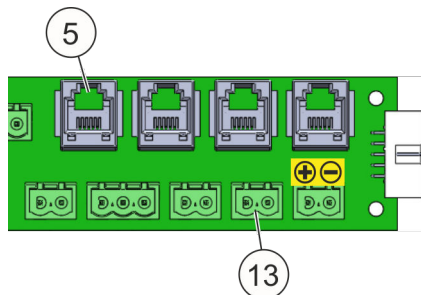
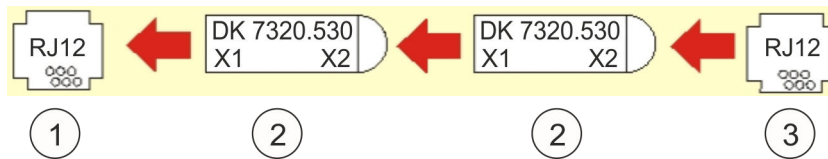

Fig. 28: Attacchi per contacttore anta
Fig. 29: Schema d'installazione del contattore anta "Connettore RJ12" (sensore di accesso)
L'ingresso del contatto anta "5" (Fig. 28/5) è progettato per il tipo interruttore Rittal 7320.530 (Fig. 30/2 o 3). Collegare il contattore anta della versione "Connettore RJ12" nell'ingresso del contatto anta "5". Eseguire il collegamento secondo Fig. 29 e Fig. 30.
- 1 Ingresso contatto anta "5" (Fig. 28/5)
Se è utilizzato l'interruttore "Rittal 7320.530", la resistenza terminale premontata (Fig. 28/13) deve essere rimossa.